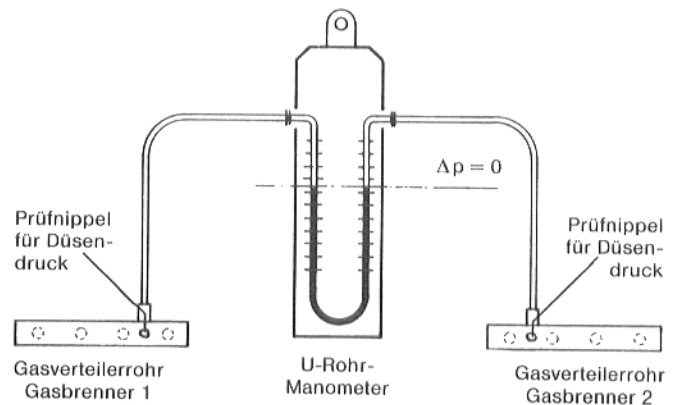

Abb. 6
Gasdruck entsprechend dem Wobbeindex aus der Gasdrucktabelle (Seite 8 oder 9) entnehmen und einstellen. Gemessen wird mit dem U-Rohr-Manometer am Prüfnippel des Gasverteilerrohres (Abb. 6). Bei abweichendem Gasdruck durch Drehen der Einstellschraube an der Gasbrennerarmatur nach rechts oder links den angegebenen Gasdruck einstellen (siehe Seite 3).
9.3 Madenschraube an den beiden Prüfnippeln für Düsendruck am Gasverteilerrohr ca. eine Umdrehung herausdrehen. U-Rohr-Manometer an den beiden Prüfnippeln für Düsendruck am Gasverteilerrohr nach Abb. 6 anschließen.
9.4 Bei ungleichem Druck im U-Rohr-Manometer muß dieser durch Drehen der Einstellschraube an der zweiten Gasbrennerarmatur nach rechts oder links ausgeglichen werden ($\Delta p = 0$) (Abb. 6).